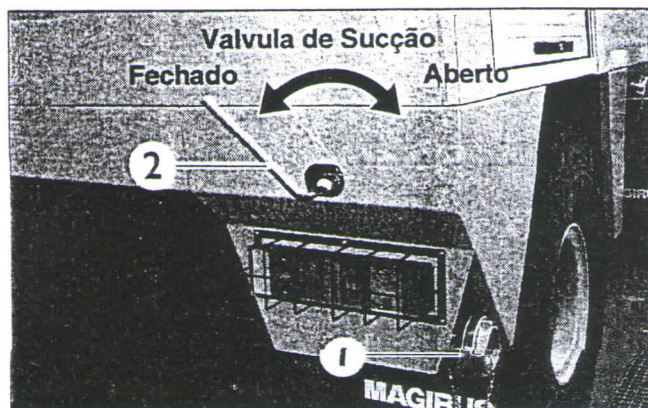

Abb. 106/1 Entrada de sucção (direita) e órgão de obturação para a sucção do exterior
- Conecte a canalização da bomba externa à entrada de sucção do lado do motorista (Fig. 106/1, Pos. 1).
- Abra manualmente o órgão obturador da entrada para água sugada, localizada na parte trazeira do veículo (Fig. 106/1, Pos. 2), rodando a respectiva alavanca no sentido horário (consulte a placa informativa colada no local).